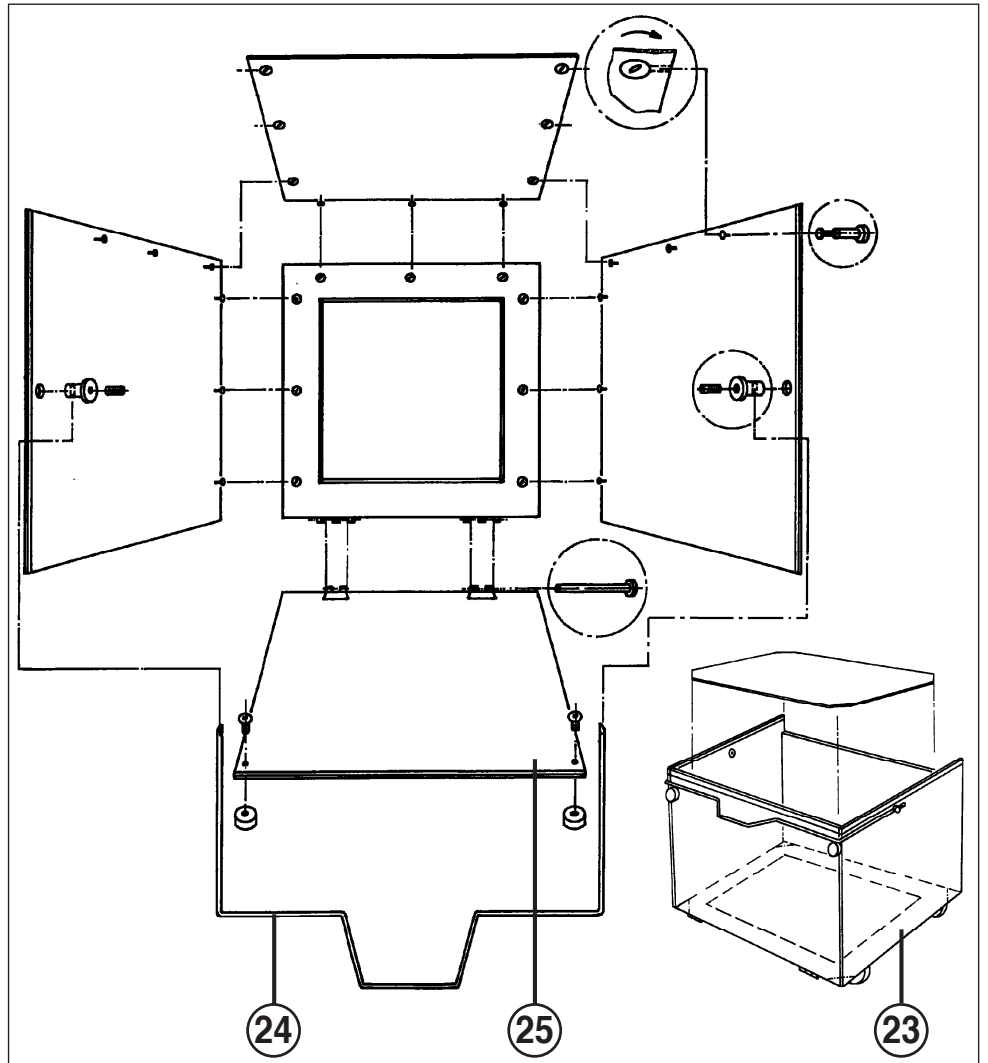

Fig. 4
- 23 = Conteneur de récupération (fig. 4)
- 24 = Poignée de conteneur (fig. 4)
- 25 = Face avant conteneur (fig. 4)
MONTAGE DU RÉCIPENT (23) (Fig. 4):